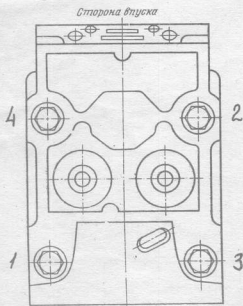

Рис. 2. Последовательность затяжки болтов крепления головки блока цилиндров
8. Произвести подтяжку болтов крепления головок блока цилиндров по схеме показанной на рис. 2. Величина момента затяжки болтов 160—190 Н·м (16—19 кгс. м). (Головка сменная 19 мм, ключ с п. к., ключ динамометрический ПИМ-1754)